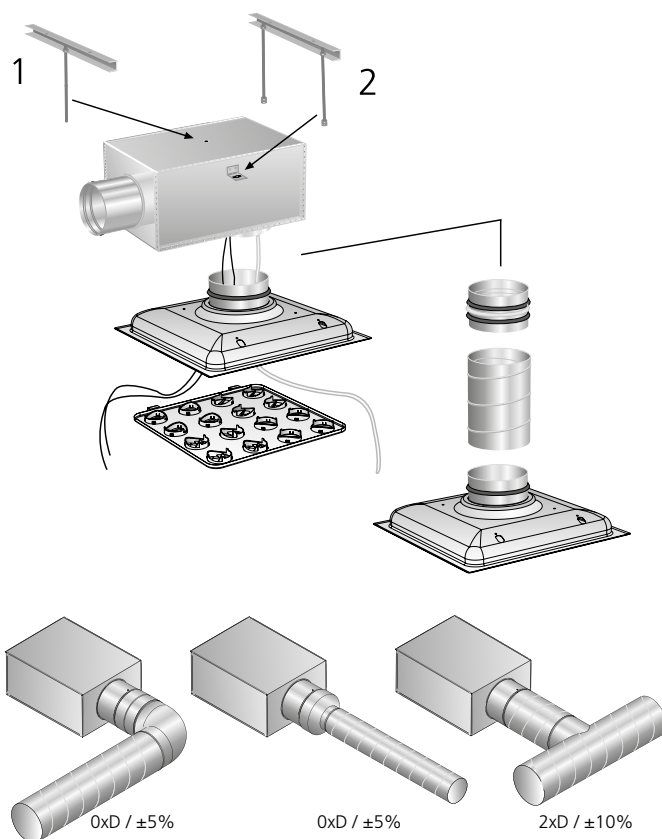

Рисунок 1. Монтаж
Камера статического давления ALS крепится к конструкции здания с помощью подвесок (1) или монтажных скоб (2). См. рис. 1.
Точность измерений и требования к прямому участку воздуховода перед камерой статического давления показаны на рис. 1. Требования к прямому участку воздуховода зависят от типа препятствий перед камерой. На рис. 1 показаны 90°-колени, переходник на другой диаметр воздуховода и Т-патрубок. Остальные типы препятствий требуют прямого участка воздуховода длиной не менее двух диаметров в месте его присоединения, чтобы обеспечить точность измерения расхода $\pm 10\%$.